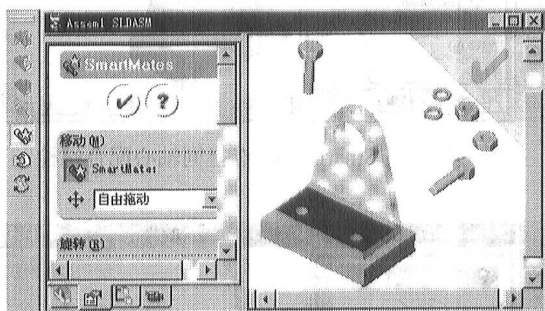
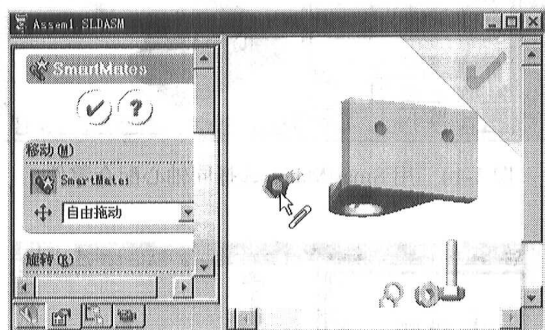
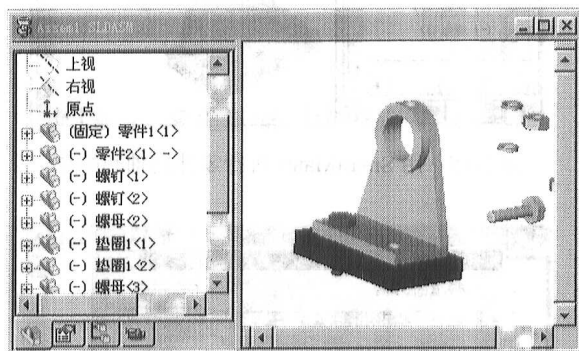

图 1-17 用 SmartMates 进行零件面重合配合（一）
图 1-18 用 SmartMates 进行零件面重合配合（二）
图 1-19 用 SmartMates 进行零件面重合配合（三）
(13) 继续进行螺栓装入，利用 SmartMates 生成螺栓和零件 1 的面重合配合。单击 SmartMates 按钮，双击所要选择的零件 1 的上表面（如图 1-17 所示），变换到适当的角度，然后选择到螺栓的下表面（如图 1-18 所示），则 SmartMates 自动进行系统默认的面重合配合，螺栓进入到目标孔，如图 1-19 所示。
前面的步骤中可以同时利用 SmartMates 生成螺栓和零件 1 的同轴心配合和面重合配合，出现图 1-19 的最终结果后，再进行单击确认应用按钮，简化操作的步骤。